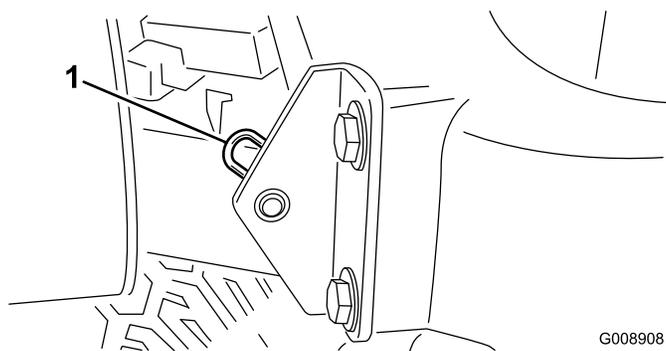

Figura 46
- Rimuovete la coppia di fissaggio del perno del cofano sulle staffe di montaggio (Figura 46).